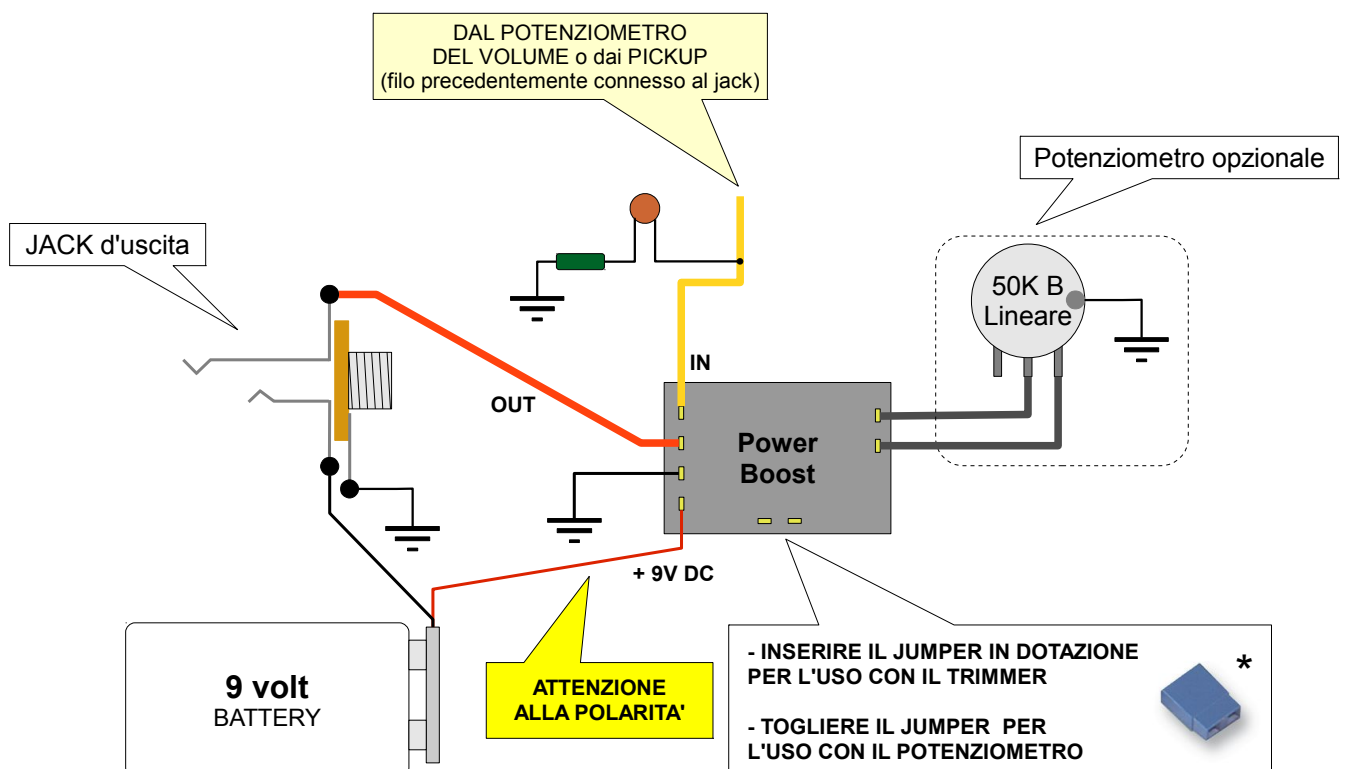

Fig. 2
B) Il **Power Boost** può essere comunque cablato nel circuito dello strumento in modo che risulti sempre attivo, senza necessariamente impiegare un commutatore (fig.2). Questa configurazione è usata per aumentare il livello d'uscita generale dello strumento.